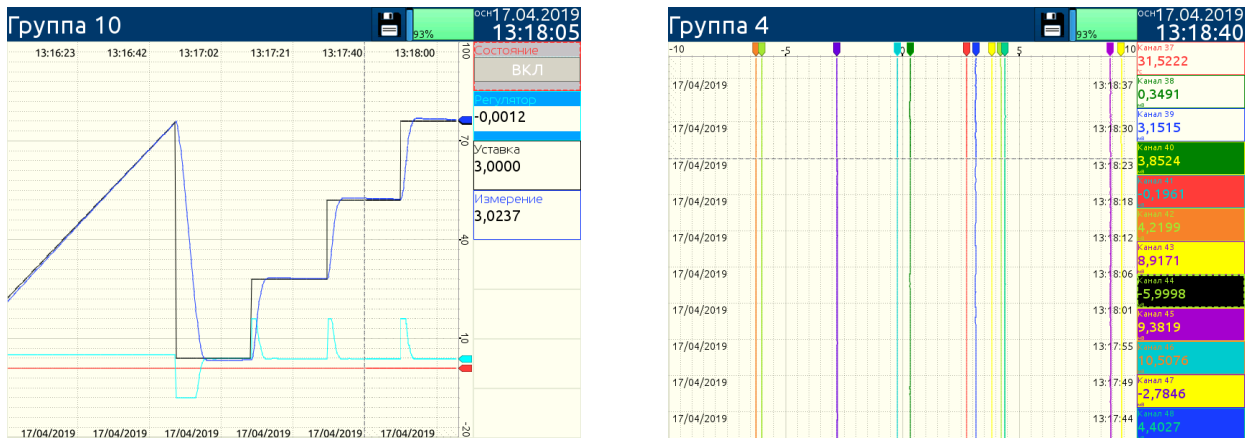

Рисунок 2.11
- в виде горизонтальных графиков (см. рисунок 2.11);
- в виде вертикальных графиков (см. рисунок 2.11);